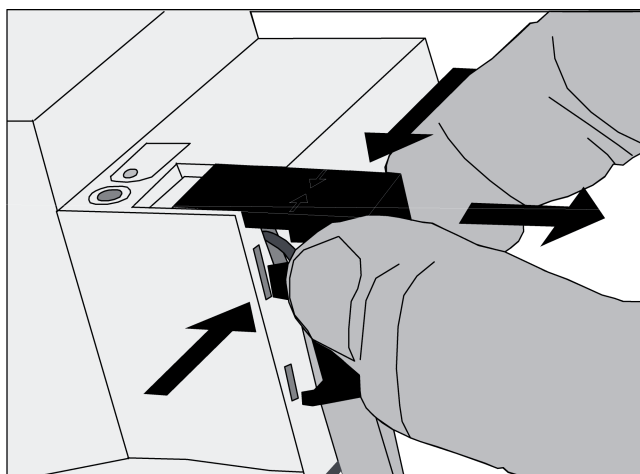

Bild 7: Abdeckkappe entfernen
- Abdeckkappe seitlich drücken und abziehen (Bild 7).